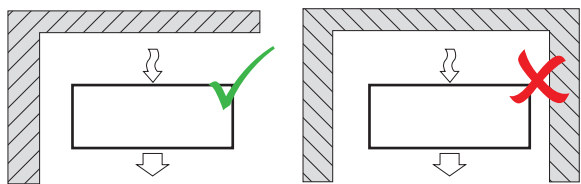

Fig. 9 Ansicht von oben
- Stellen Sie die Wärmepumpe nicht in einer Mauernische auf. Zwei Seiten der Wärmepumpe müssen frei bleiben – Fig. 9.